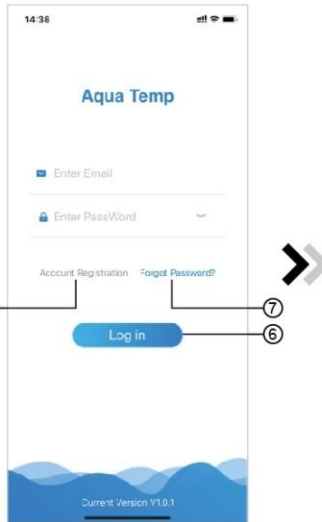
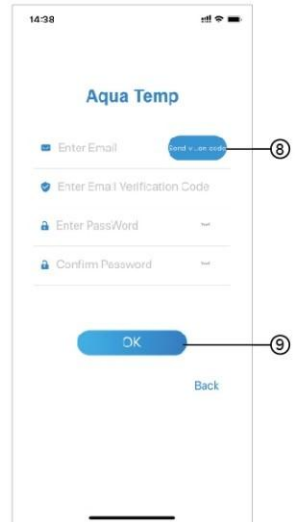

Fig.1 Interfaz de inicio de sesión
Fig.3 Interfaz de contraseña olvidada
1. Registro de cuenta: para registrar una cuenta, haga clic en ① (Fig.1) para saltar a la interfaz de registro de cuenta, complete la información relevante y haga clic ② para recibir el código de verificación, mientras completa la información de la solicitud, haga clic en ③ para leer los detalles de la Política de privacidad, luego haga clic en ④ para aceptar y haga clic en ⑤, el registro está hecho.
2. Iniciar sesión: Siga las instrucciones de la página (Fig.1), ingrese su dirección de correo electrónico registrada y contraseña, haga clic en ⑥ y salte a la lista de dispositivos.
3. Olvidó su contraseña: Si olvido su contraseña, haga clic en ⑦ (Fig.1), vaya a la interfaz Olvidé mi contraseña (Fig.3). Siga las instrucciones de la página, complete la información relevante, haga clic en ⑧ para recibir el código de verificación de su buzón, haga clic en ⑨ para confirmar y se restablecerá la contraseña.